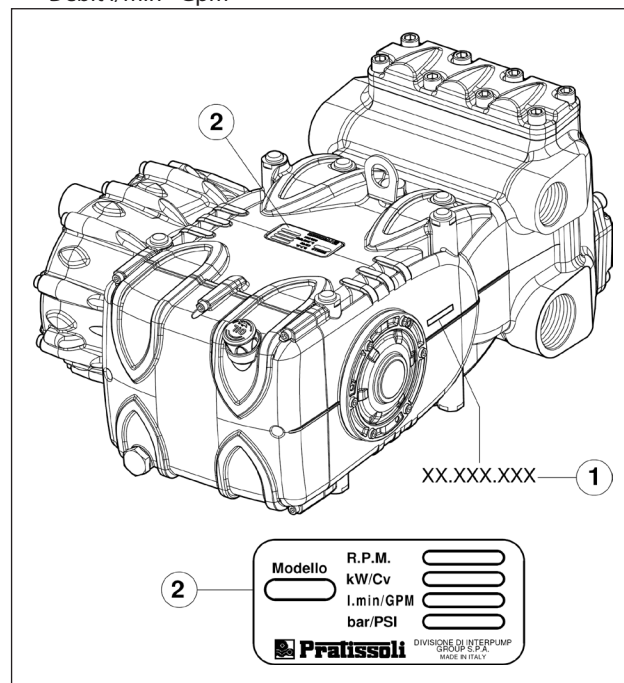

Fig. 1
Chaque pompe dispose de son propre n° de série XX.XXX. Chaque pompe, voir rep. ① et d'une plaquette d'identification, voir rep. ② Fig. 1 contenant :